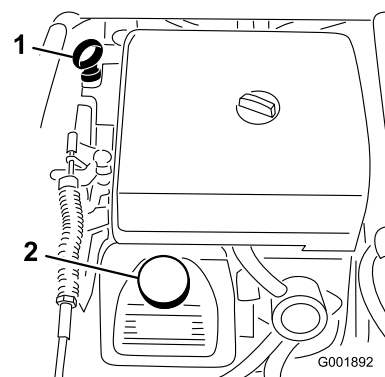

Figure 49
2. Retirez la jauge et essuyez-la sur un chiffon propre (Figure 49). Remettez la jauge dans le tube en vérifiant qu'elle est enfoncée au maximum. Sortez de nouveau la jauge et vérifiez le niveau d'huile.
3. Si le niveau est trop bas, enlevez le bouchon de remplissage du couvre-culasse (Figure 49) et versez la quantité d'huile nécessaire dans l'orifice pour faire monter le niveau jusqu'au repère maximum de la jauge. Versez l'huile lentement et vérifiez souvent le niveau durant la procédure. Ne remplissez pas excessivement.
- Versez lentement environ 80% de la quantité d'huile spécifiée dans le goulot de remplissage (Figure 49).